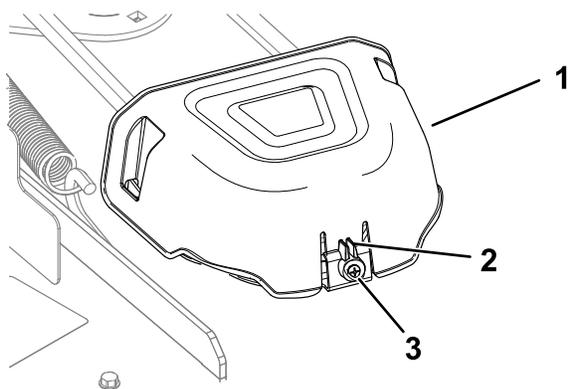

Figura 53
5. Desaperte o parafuso e empurre a patilha na cobertura para remover as coberturas da polia (Figura 53).